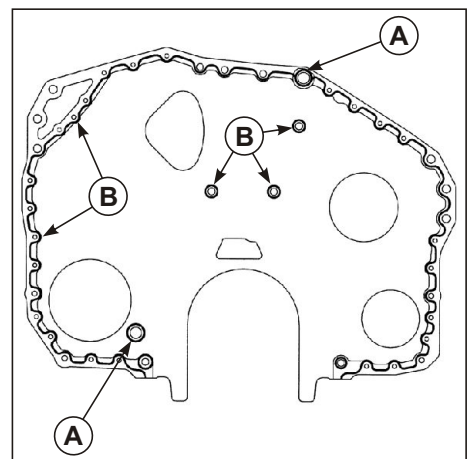

Рис. 109. Установка крышки передней.
1. Нанести герметик "Силикон САФ 44" (В) на поверхность листа торцевого под крышку переднюю (см. Рис.109).